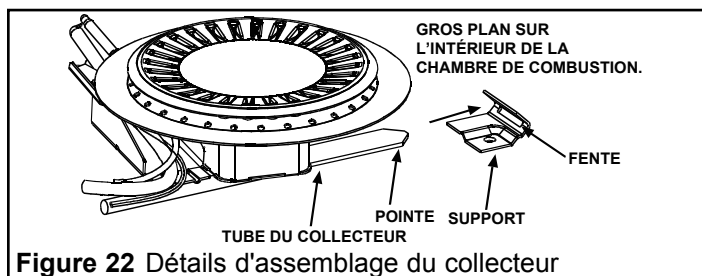

Figure 22 Détails d'assemblage du collecteur
3. Insérez l'assemblage du collecteur/brûleur à l'intérieur de la chambre de combustion en vous assurant d'insérer la languette du collecteur dans la rainure du support situé dans la chambre de combustion (voir Figure 22).